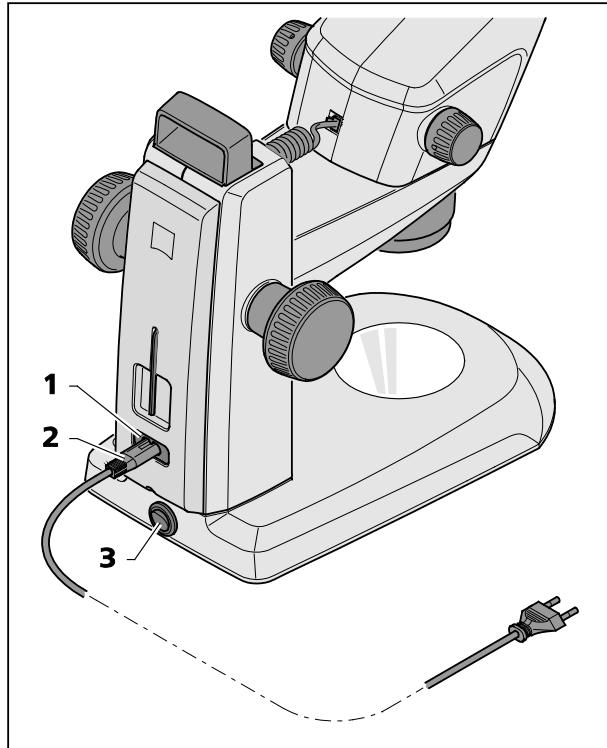

图 17 连接立体显微镜
- 将电线（图 17/2）插入镜臂的电源连接槽（图 17/1）。
- 将电线（图 17/2）插入某个电源插座。
- 通过电源开关（图 17/3）打开或关闭立体显微镜。